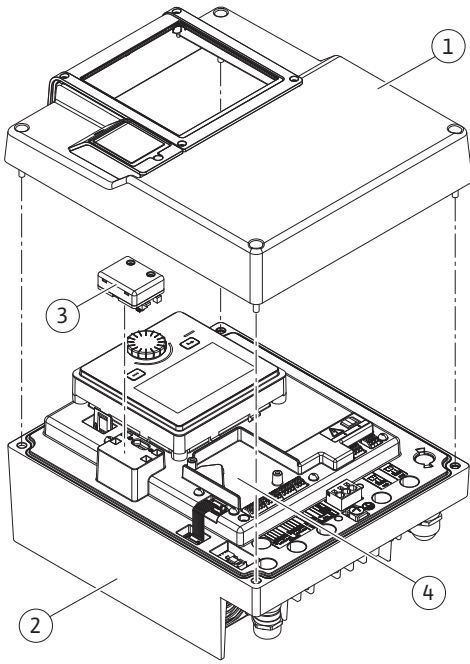
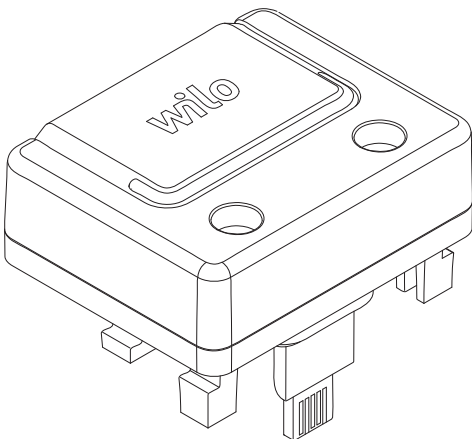

Fig. 25: Elektroniikkamoduuli
Fig. 26: Wilo-Smart Connect BT -moduuli
Wilo-Smart Connect BT -moduulin (Fig. 25, pos. 3) Bluetooth-rajapinta (Fig. 26) on tarkoitettu yhteyden muodostamiseen mobiilipäätelaitteisiin, kuten älypuheliin ja tablettiin. Pumpua voidaan käyttää, säätää ja sen tietoja lukea Wilo-Smart Connect -sovelluksen avulla. Katso tietoa asetuksista luvusta "Käyttöönotto".
3. Liitä Wilo-Smart Connect BT -moduuli sille tarkoitettuun rajapintaan. Katso Fig. 25, pos. 3.
CIF-moduuleja (lisävarusteet) käytetään pumppujen ja kiinteistöhallintajärjestelmän väliseen tiedonvaihtoon. CIF-moduulit liitetään elektroniikkamoduuliin (Fig. 25, pos. 4)